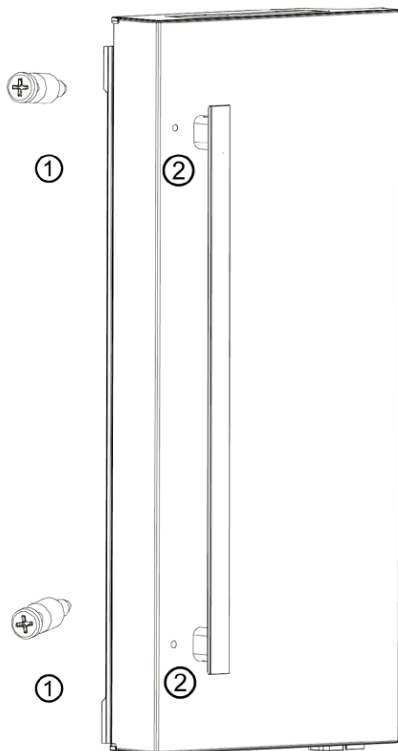

Figura 8
- 1) Saque los tornillos ① de la bolsa de accesorios, utilice el destornillador Phillips para atornillar los pernos ① en los orificios ② que hay en las puertas del refrigerador. Consulte la Figura 8.